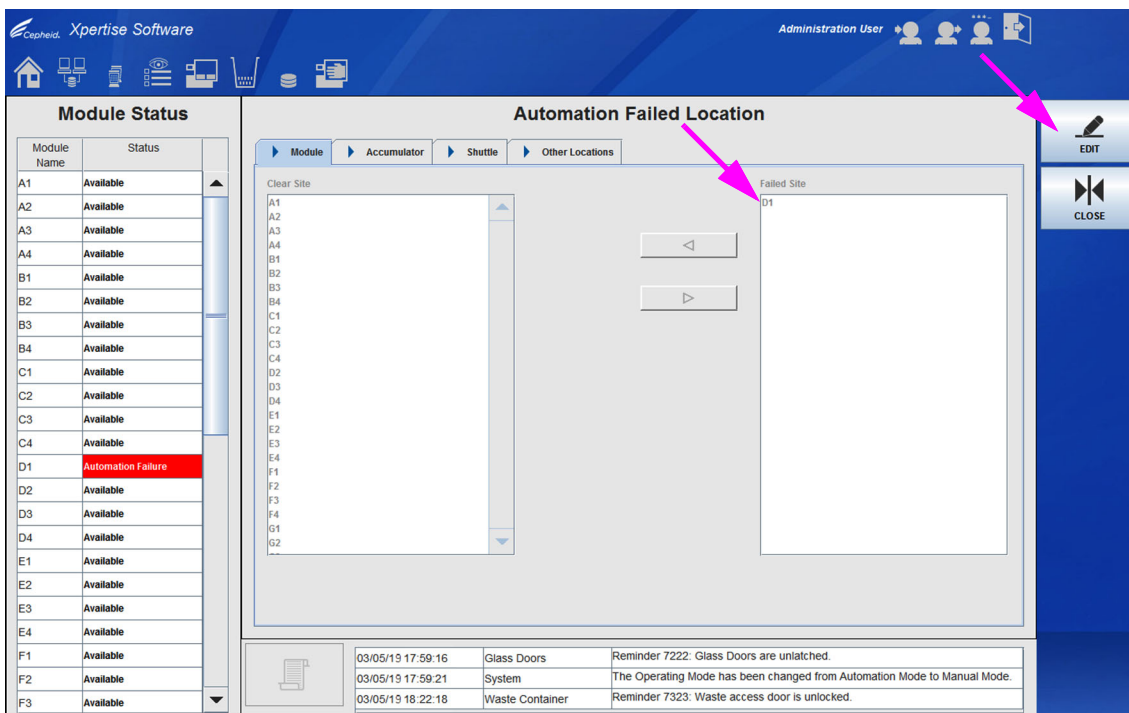

图 9-94. 显示模块故障位置为 D1 的自动化操作故障位置 (Automation Failed Location) 工作区
3. 在自动化操作故障位置 (Automation Failed Location) 工作区中选择**模块 (Module)** 选项卡（请参见图 9-94）。模块 (Module) 选项卡显示一个**正常位置 (Clear Site)** 面板和一个**故障位置 (Failed Site)** 面板，两个面板之间有左、右方向箭头。
4. 在自动化操作故障位置 (Automation Failed Location) 工作区中（请参见图 9-94），选择**编辑 (EDIT)** 按钮以在工作区中作出更改。选择**关闭 (CLOSE)** 按钮以不做任何更改退出工作区。